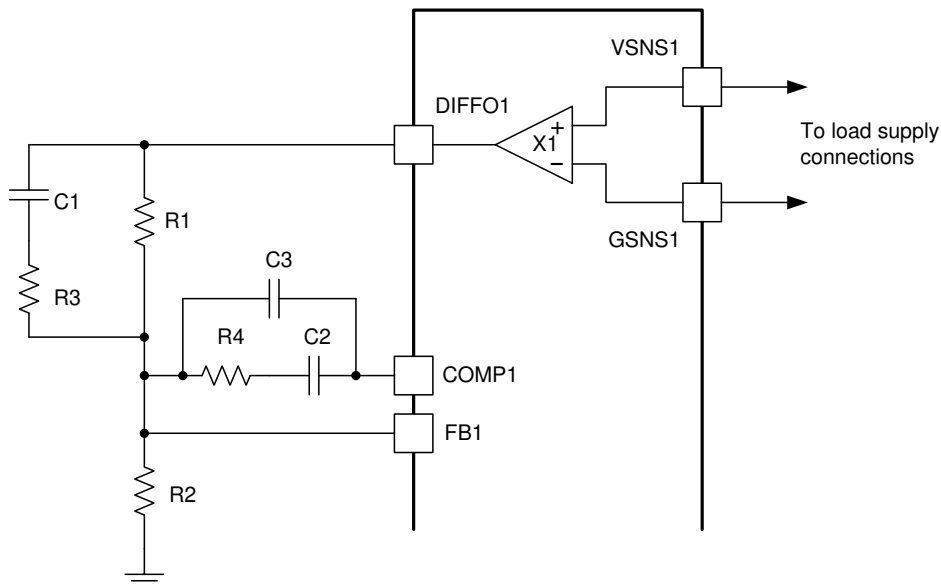

图 12. 设定输出电压
输出电压设置与使用连接在输出端和反馈 (FB) 引脚之间的分压器进行的传统模拟控制器设置非常相似。输出电压必须分为 600mV 的标称基准电压。图 12 显示了控制器的典型连接。使用单位增益差分电压检测放大器检测负载上的电压。该类型的检测可提供更佳的负载调节 (有关差分检测放大器的最大输出电压，请参阅电气规格)。